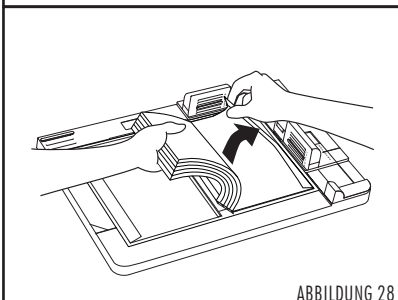

ABBILDUNG 28
4. Heben Sie vorsichtig die rechte Seite des Buchblocks hoch und entfernen Sie die große Folie von der Klebefläche der rechten Seite des Umschlags (siehe Abbildung 28). Lassen Sie nun den Buchblock auf die Klebefläche fallen und drücken von oben auf den Buchblock.